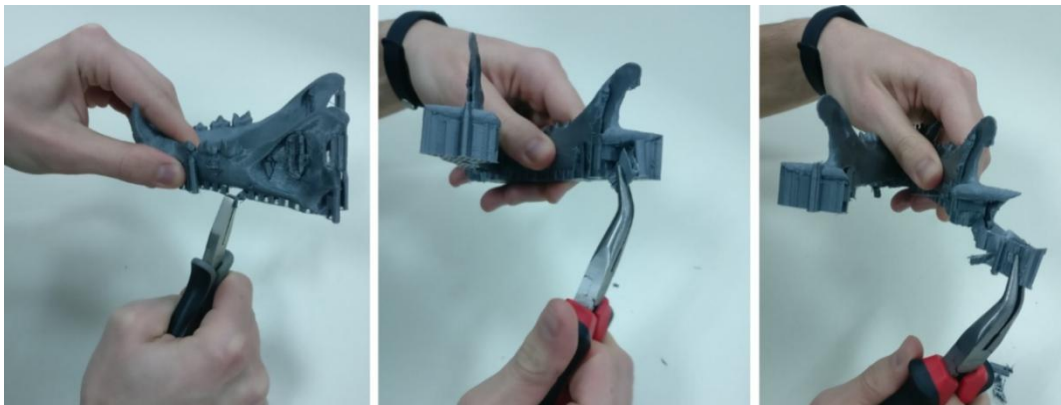

Figura 26: Rimozione delle strutture di supporto. [90]
- [38] Figura 26: Qualità diverse di uno stesso oggetto dovute a orientamenti diversi. Fonte: <https://s3-eu-west-1.amazonaws.com/3dhubs-knowledgebase/print-orientation/photo2.jpg>